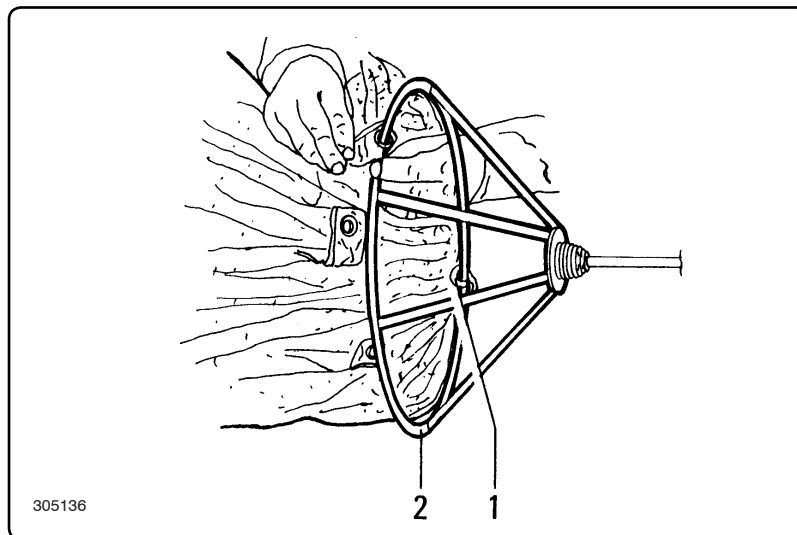

Fig. 7.5.2
- Sfilare la gabbia "6" e capovolgere il filtro mettendo a vista la fascetta di aggancio "1" fig. 7.5.2.
- *Unscrew cage "6" and overturn the filter, exposing coupling clamp "1" fig. 7.5.2.*
- Retirer la cage "6" et renverser le filtre en mettant en vue le collier d'accrochage "1" fig. 7.5.2.
- Den Käfig "6" herausziehen und den Filter auf den Kopf stellen, wobei die Einraststulpe "1" Abb. 7.5.2 sichtbar wird.
- Introdurre la gabbia "2" fig. 7.5.2 e fissarla al filtro mediante le fascette "1" esistenti sul fondo del filtro.
- Insert cage "2" fig. 7.5.2 and fix it to the filter by means of clamps "1" at the bottom of the filter itself.
- Montez la cage "2" fig. 7.5.2 et fixez-la au filtre avec les colliers "1" présents sur le fond du filtre.
- Den Käfig "2" Abb. 7.5.2 einführen und mit den Stulpen "1" am Filterboden am Filter befestigen.